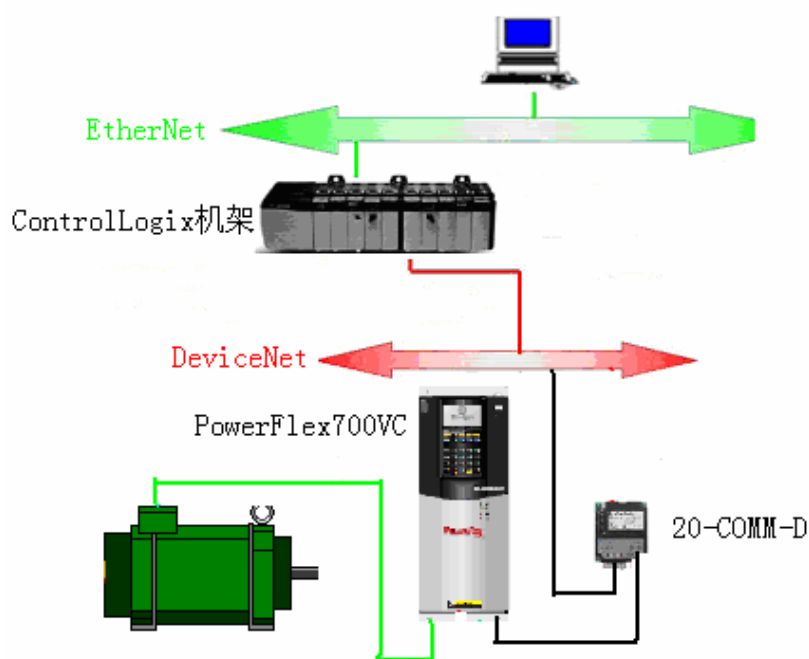

图 5-6 实验设备连接图
(5) 将 PowerFlex700VC SeriesB 变频器通过 20-COMM-D 连接在 DeviceNet 网络上，ControlLogix 处理器通过 1756DNB 模块连接到相同的 DeviceNet 网络上，通过 RSNetWorx 软件修改变频器参数，设备连接图如图 5-6 所示。